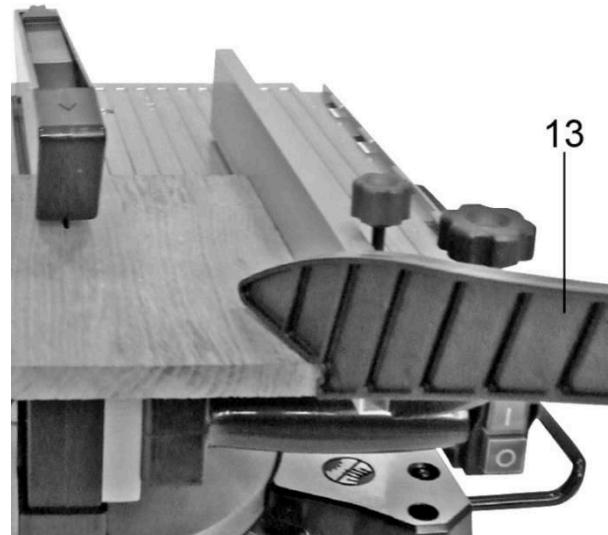

Рис. 10
- Для безопасной подачи заготовки рекомендуется использовать специальный пластиковый толкатель (13)(См. Рис.10). Подача заготовки руками опасна!
- При продольном пиления заготовки установите направляющий упор (18) под прямым углом к пильному диску
- Для этого отпустив винт (20)(См. Рис.10) поверните транспортир и совместите метку 90° с указателем угла. Проконтролируйте при помощи угольника или угломера выбранное положение. Если показания указателя не соответствуют реальному углу, выставленному по угольнику, отрегулируйте положение указателя.